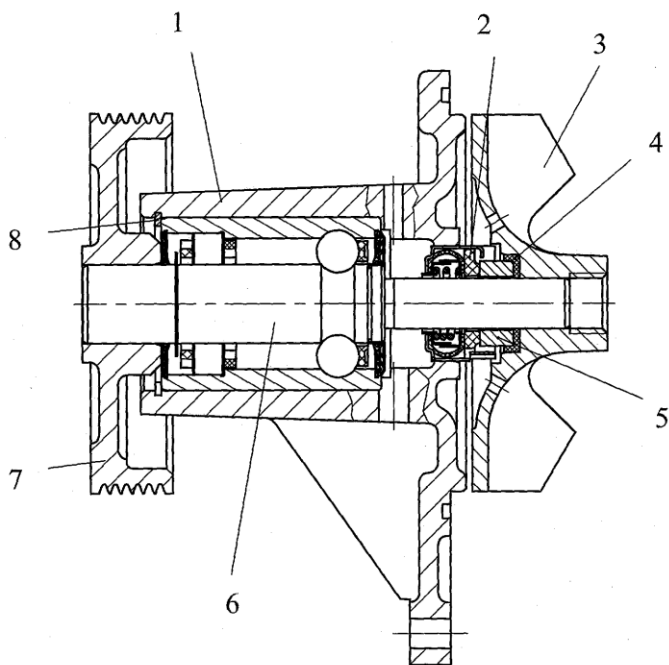

Рисунок 2 – **Насос жидкостный:**
**Жидкостный насос** (рис.2) центробежного типа создает постоянную циркуляцию жидкости в системе охлаждения двигателя. Он установлен на корпусе жидкостных каналов.